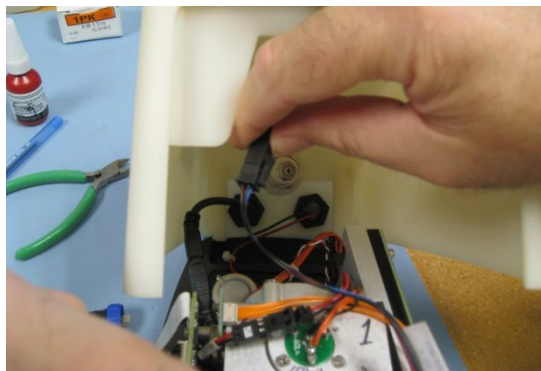

Figura 26 Desenganche del cableado de potencia.
- 3 Desenganche el cableado de potencia del instrumento. El cableado de potencia se identifica por su conector de 4 clavijas y los cables azul, negro y rojo (consulte la Figura 26).